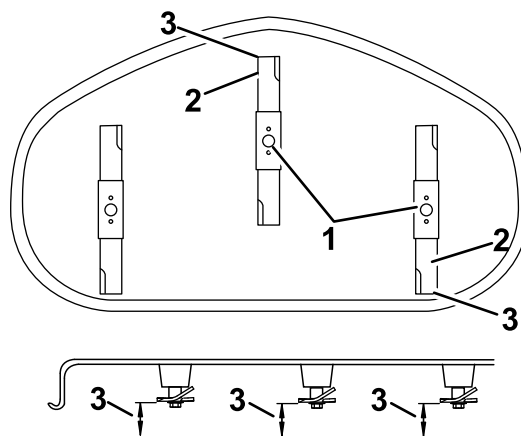

**Figuur 66**
4. Draai de messen voorzichtig rond, totdat ze in de lengterichting wijzen (Figuur 66).
5. Meet de afstand tussen de rand van het voorste mes en het horizontale oppervlak, en de afstand tussen de rand van het achterste mes en het horizontale oppervlak (Figuur 66 of Figuur 67).